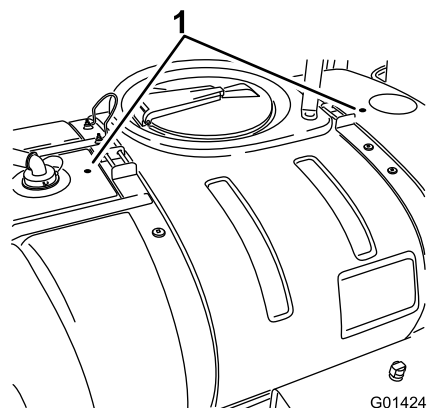

Figura 11
2. Localice las dos marcas de perforación del depósito principal (Figura 11).